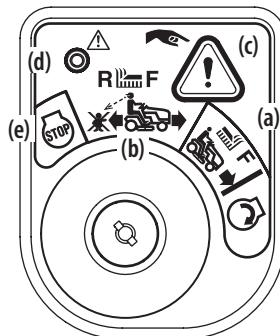

Figure 19
2. Déplacez la clé de la position DE TONTE NORMALE  (a) à la position MODE DE TONTE EN MARCHE ARRIÈRE  (b). Voir la Figure 19.
3. Appuyez sur le BOUTON-POUSSOIR DE MARCHE ARRIÈRE (bouton triangulaire orange)  (c) dans le coin supérieur droit du module d'allumage. Le témoin lumineux rouge dans le coin supérieur gauche s'allume quand la marche arrière est embrayée. Voir la Figure 19.